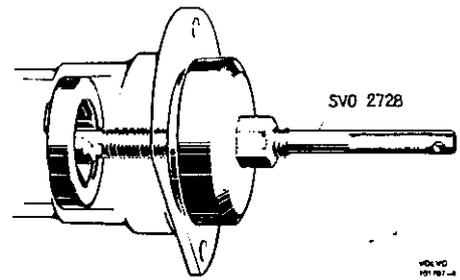

Abb. 13. Ausbau des Dichtringes
3. Im Hinterachsrohr verbliebenen Dichtring mittels SVO 2728 herausziehen (Abb. 13).